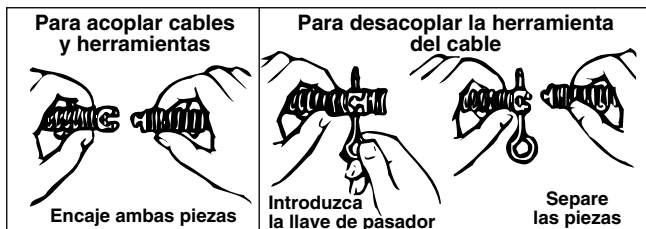

Figura 4 – Acoplamiento y desacoplamiento de herramientas
6. Seleccione e instale la herramienta deseada en la punta del cable. El conector de ranura en T permite encajar la herramienta con un clic al acoplador del cable (Figura 4). Para desmontar la herramienta, emplee la llave de pasador para oprimir el pulsador y luego desacople las partes.